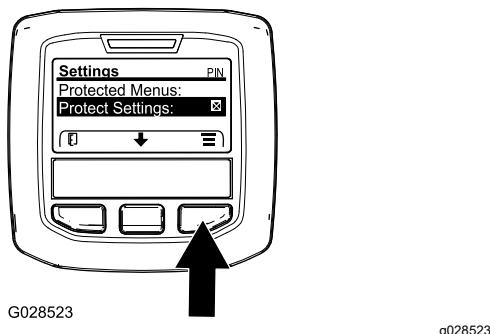

Bild 15
- Navigieren Sie vom Hauptmenü mit der mittleren Taste auf das Menü EINSTELLUNGEN und drücken Sie die rechte Taste (**Bild 15**).